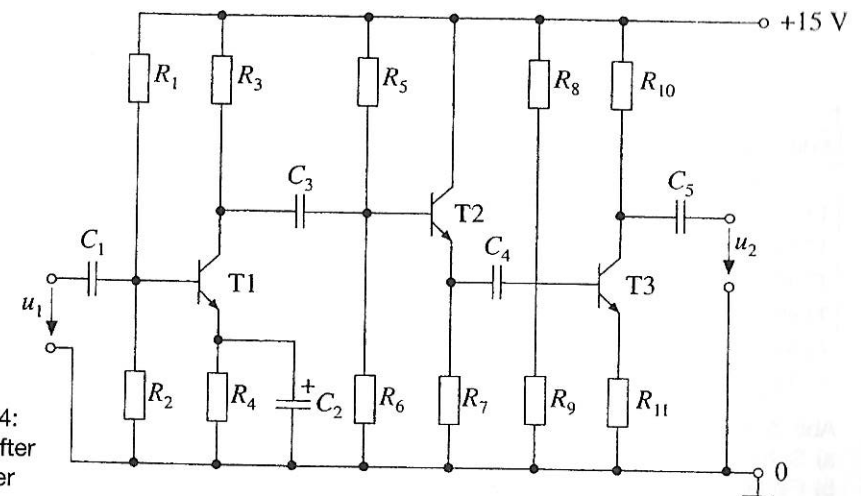

Abb. 5.34: Fehlerhafter Verstärker
- Die Schaltung in Abb. 5.34 zeigt einen dreistufigen Verstärker, der im funktionsfähigen Zustand eine Gesamtverstärkung von $v_U = 1000$ hat.